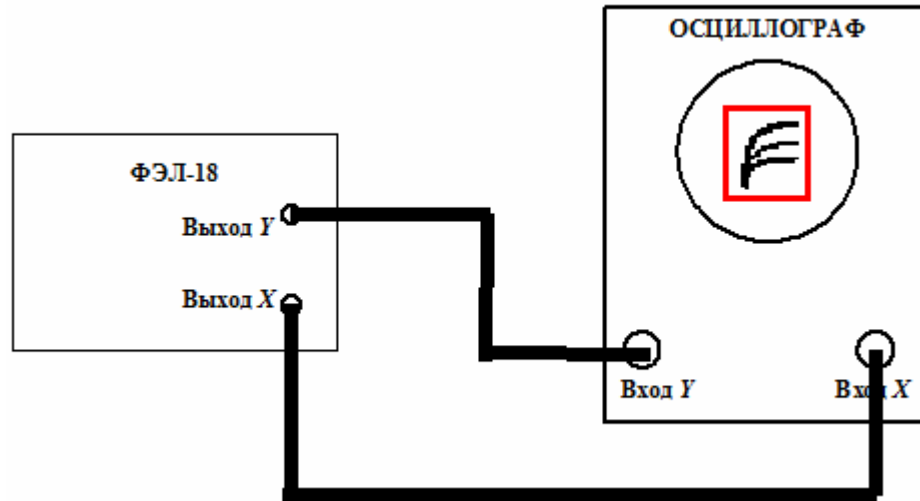

Рис. 2. Блок-схема подключения установки ФЭЛ-18
1. Подключить модуль ФЭЛ-18 и осциллограф согласно блок-схеме рис. 2.